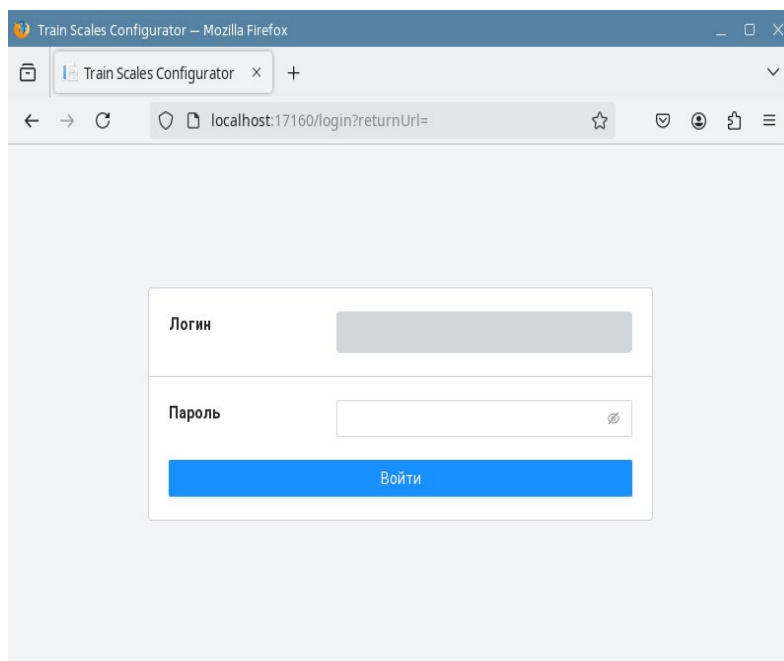

Рисунок 2 – Форма авторизации
3. После успешной загрузки приложения откроется форма авторизации (Рисунок 2). Введите необходимые **логин** (по умолчанию: asi) и **пароль** (по умолчанию: icasi).